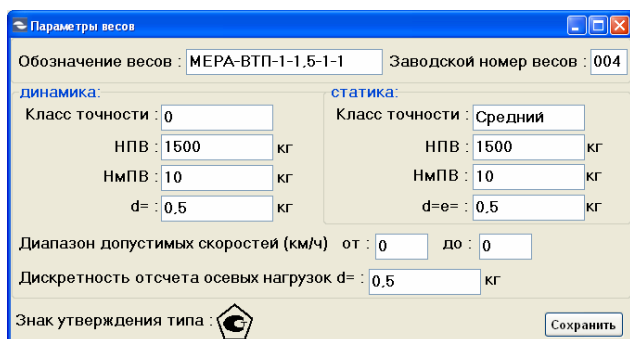

Рис. 3 Рабочая панель установления типа весов
- выбрать вкладку «Сервис», «Инфо», «Параметры весов», при этом на экране появляется панель в соответствии с Рис. 3.
После прохождения автомобиля через грузоприемную платформу после нажатия на кнопку **«Остановить измерения»** вычисляется суммарная нагрузка всех осей автомобиля на дорожное полотно. При этом на табло **СУММАРНАЯ НАГРУЗКА НА ОСИ** высветится вычисленное значение нагрузки, в поле данных появятся измеренные нагрузки на оси автомобиля, данные о времени проведения взвешивания (Рис. 3). Результаты измерений автоматически архивируются.